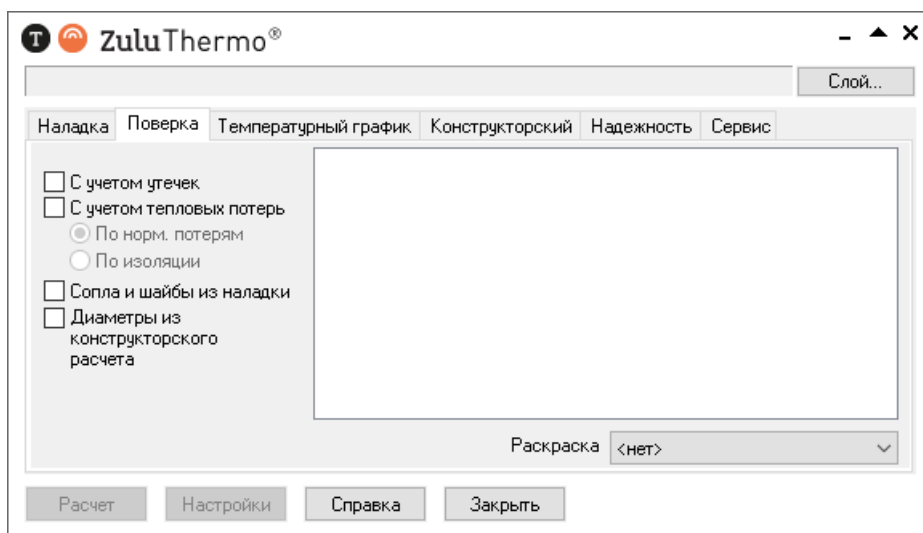

**Рисунок 11.2. Вкладка «Поверка»
1. Выполните команду главного меню Задачи|ZuluThermo или нажмите кнопку  панели инструментов. Откроется окно теплогидравлических расчетов (смотрите Рисунок 11.2, «Вкладка «Поверка» диалога теплогидравлических расчетов»).